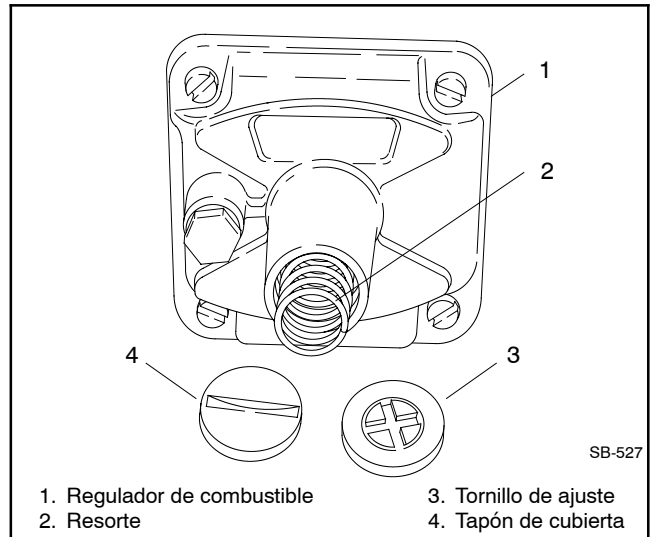

Figura 9-35 Regulador de combustible, típico
- b. Remover el tapón de la cubierta y el tornillo de ajuste del regulador de combustible. Consulte la Figura 9-35.